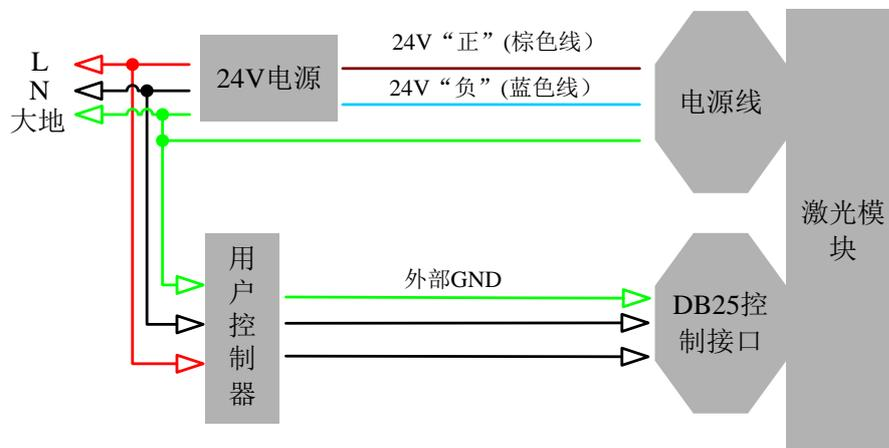

图 4 电气连接图
- 请确认外部控制器的控制接口与激光器相匹配，将控制电缆接在激光器控制接口上，并可靠固定。推荐电气连接图如图 4 所示：